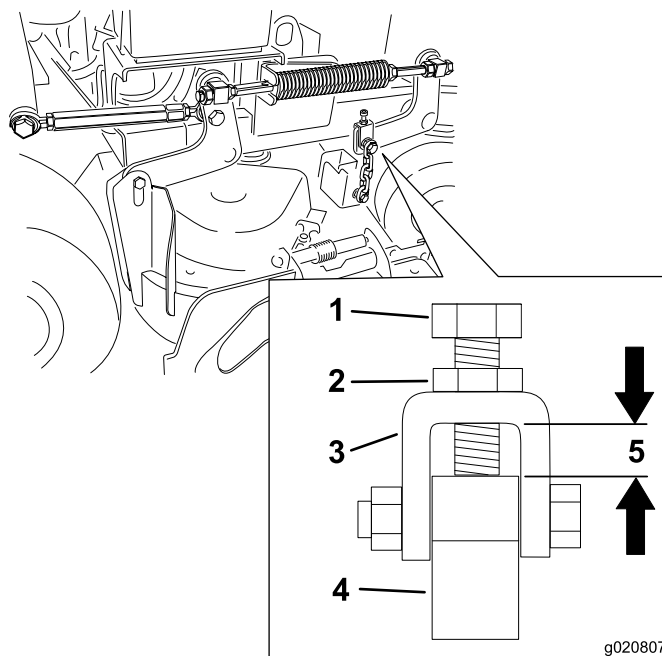

Figura 82
- Nota:** Esta distancia debe ser de 11 mm (7/16 pulgada), según se muestra en Figura 82.
12. Afloje la contratuerca y ajuste el perno de ajuste para obtener la distancia correcta, según se muestra en Figura 82.